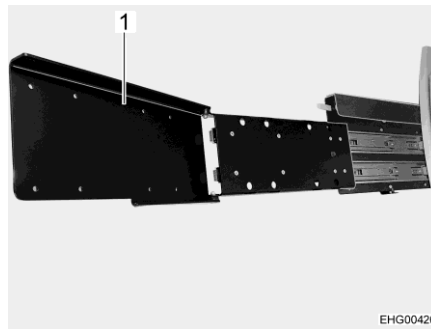

Bild 94 Auszug (ausgefahren und umgeklappt)
- Um den Flachbildschirm zum Heckbereich zu drehen: Auszug (Bild 94,1) umklappen.